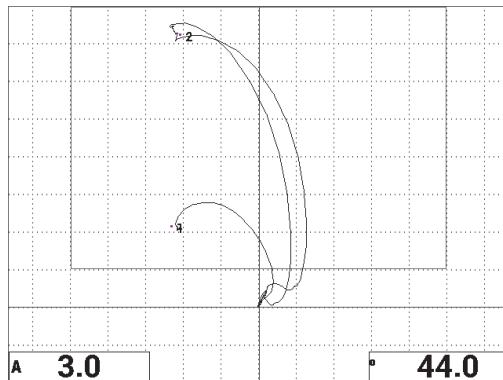

图 6-43 在脱粘缺陷上的第二次扫查
13. 按**全屏 / 下一组**键 ()，显示全屏，然后慢慢地在脱粘缺陷上扫查，并确保点仍然与信号匹配 (参见第 142 页的图 6-43)。